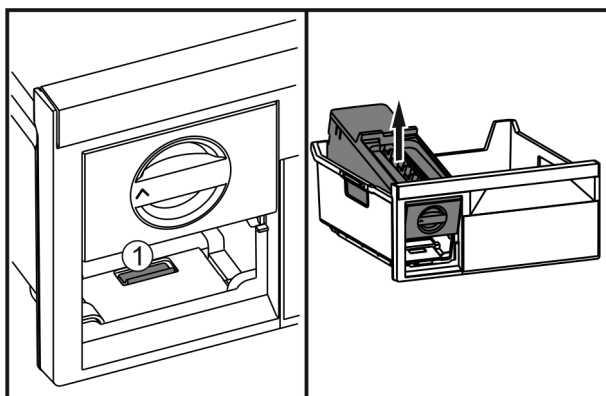

Fig. 73
- ▶ Нажать на накладку Fig. 73 (1), EasyTwist-Ice поднять сзади и вынуть из выдвижного ящика морозильника.